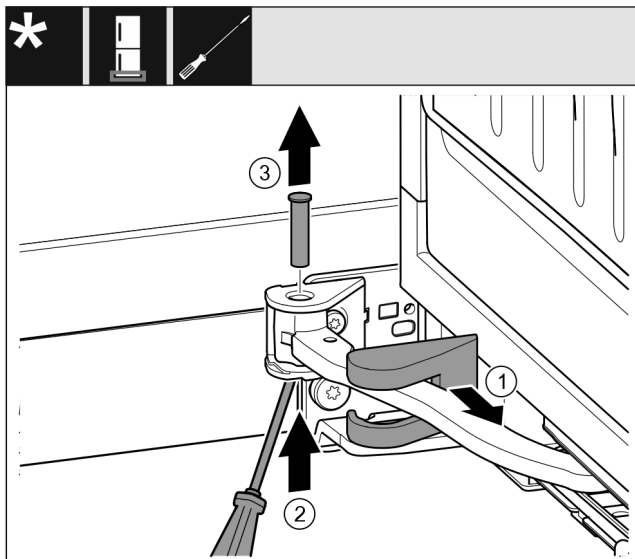

Fig. 15
- ▶ Zdjąć osłonę płytki zawiasu i przesunąć wzdłuż przegubu. Fig. 15 (1)
- ▶ Sworznie unieść od dołu palcami lub przy pomocy śrubokręta. Fig. 15 (2)
- ▶ Śrubokręt wsunąć pod główkę sworznia i wyjąć. Fig. 15 (3)